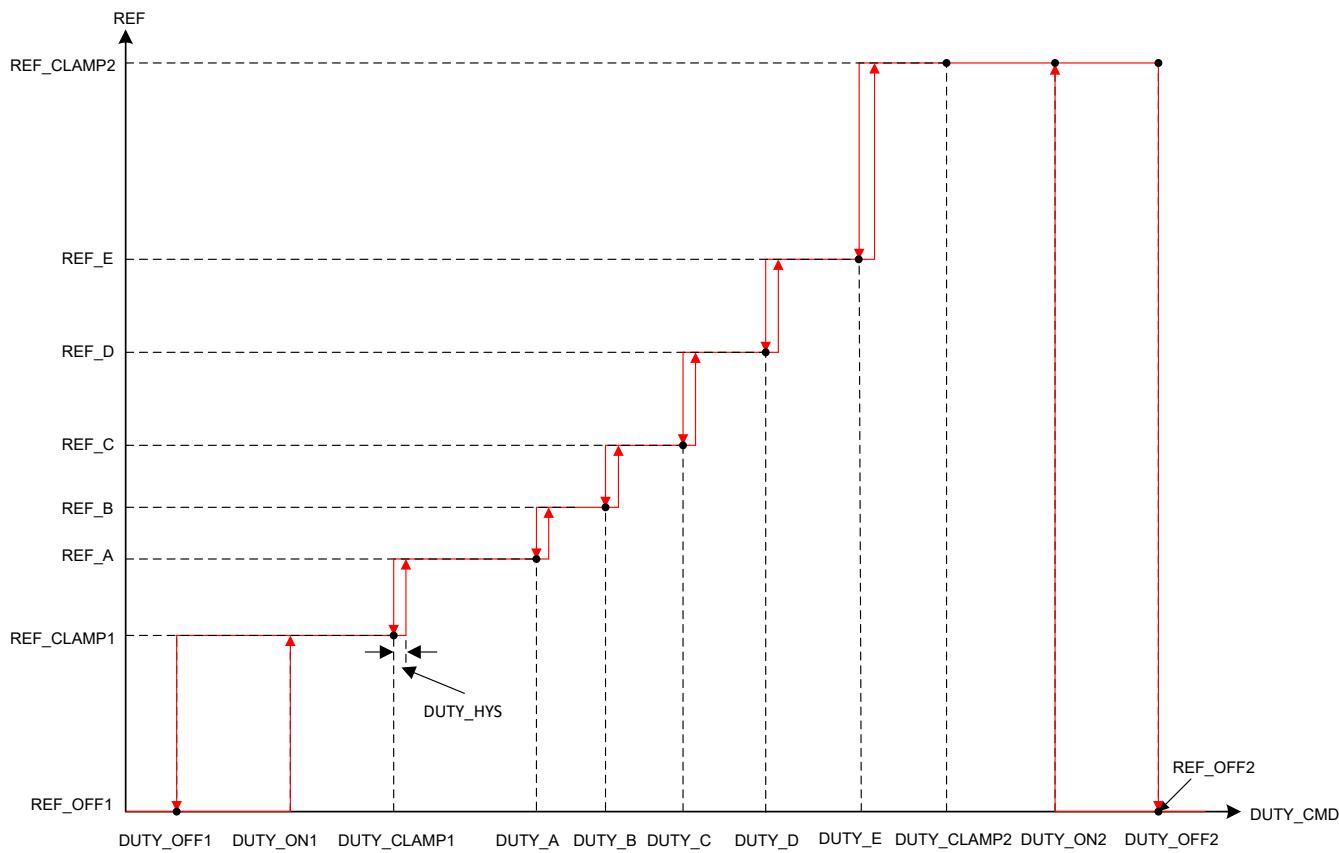

图 7-11. 阶梯控制曲线
- DUTY_OFF1 和 DUTY_ON1 配置基准控制输入 REF_CLAMP1 和 REF_OFF1 周围的迟滞，如图 7-11 所示。
- DUTY_A 配置基准 REF_A 的占空比命令。基准在 DUTY_CLAMP1 处具有范围为 REF_CLAMP1 至 REF_A 的阶跃变化。DUTY_A 到 DUTY_E 的顺序必须与图 7-11 中所示的顺序相同。
- DUTY_OFF2 和 DUTY_ON2 配置基准控制输入 REF_CLAMP2 和 REF_OFF2 周围的迟滞，如图 7-11 所示。